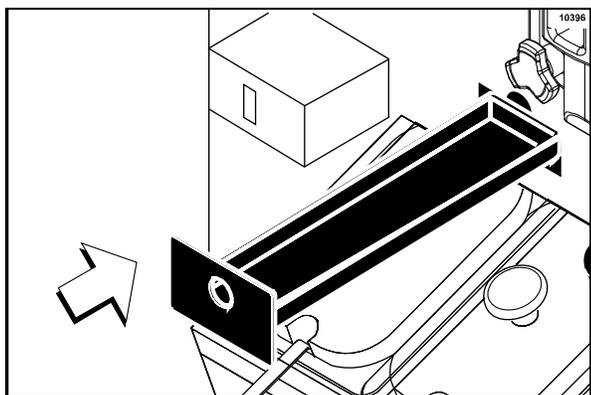

図141
16. フロントパネルシロップトッピングディスペンサー上部の穴に、長いドリップパンをはめ込みます(図141を参照)。